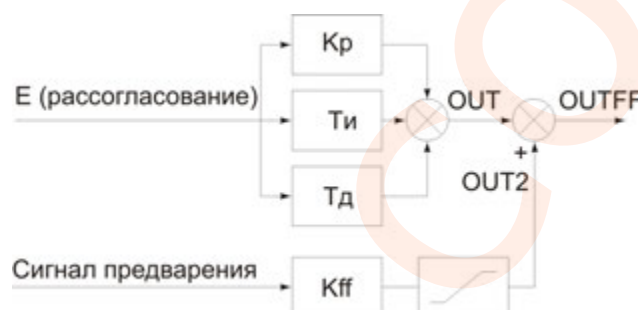

Рисунок 8.91.12 – Функциональная схема формирования выхода ПИД-регулятора с предупреждением
С выхода блока сигнал поступает на **СУММАТОР (14)**. К сумматору также подходит сигнал предупреждения узла **FEED FORWARD (13)**. Чтобы в блоке ПИД-импульсного регулятора появился вход предупреждения, параметр 27 **FF\_V** нужно сделать «связанным». Сигнал с этого входа усиливается/ослабляется коэффициентом усиления предупреждения  $K_{FF}$ , заданным в параметре 28 **FF\_G**, ограничивается уставками, заданными в параметрах 29 **FF\_h** и 30 **FF\_l** и подается на сумматор. Другими словами, выходной сигнал с ПИД-регулятора суммируется с выходным сигналом П-регулятора канала предупреждения (рисунок 8.91.12).